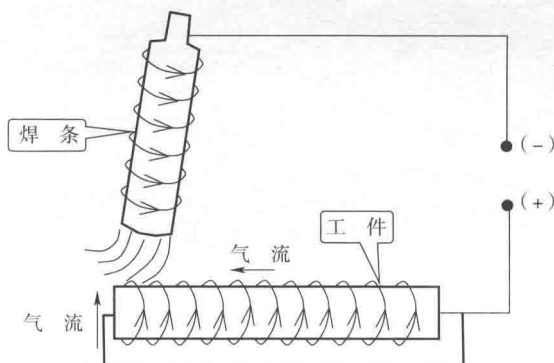

图 1.10 焊条和焊件的位置不对称引起电弧偏吹
③ 焊条和焊件的位置不对称引起电弧偏吹。当我们在靠近焊件边缘的起头端和收末端处开始焊接时，经常会发生电弧偏吹，而当逐渐靠近焊件中心时，电弧的偏吹现象就逐渐减少或消失。这是由于在焊接焊缝的起头端、收末端时，焊条与焊件所处的位置不对称，造成电弧周围的磁场分布不平衡，再加上热对流的作用，就产生电磁偏吹，如图 1.10 所示。